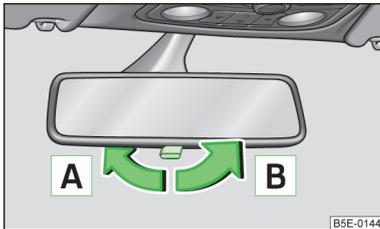

Abb. 45
- Um den Spiegel abzublenden, den Hebel an der Spiegelunterkante in Richtung Frontscheibe einstellen - Pfeil **A** » Abb. 45.